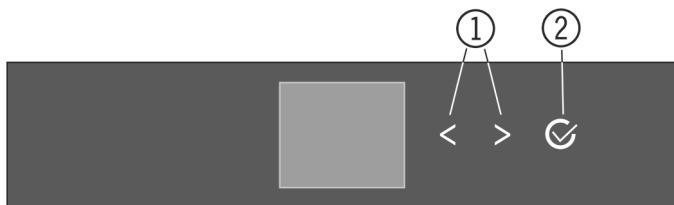
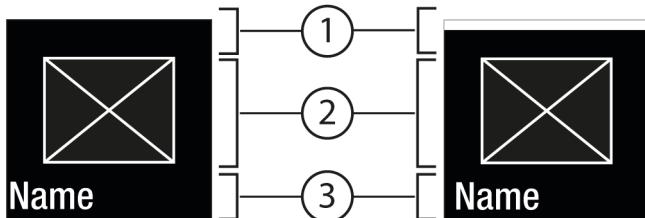
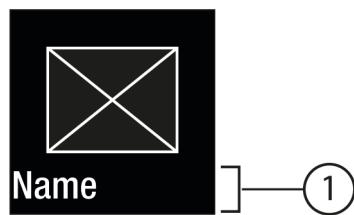

Fig. 5
Fig. 6
Fig. 7
(1) Навигационная стрелка влево / вправо
(2) Подтвердить
Навигационная стрелка влево / вправо *Fig. 5 (1):*
Подтвердить *Fig. 5 (2):*
- Навигация при помощи навигационной стрелки влево / вправо *Fig. 5 (1).*
- С помощью Подтвердить *Fig. 5 (2)* вызвать Подменю *Fig. 7 (4).*
- Установка нового значения: С помощью Подтвердить *Fig. 5 (2)* выбрать деактивированное значение *Fig. 6 (1).*
- Назад в меню: С помощью Подтвердить *Fig. 5 (2)* выбрать уже активированное значение *Fig. 6 (2).*
- ▶ Навигационные стрелки Fig. 5 (1) нажимайте до тех пор, пока не появится индикация функции .
- ▶ Нажмите на Подтвердить Fig. 5 (2).
- ▶ Навигационные стрелки Fig. 5 (1) нажимайте до тех пор, пока не появится индикация функции.
- ▶ С помощью навигационных стрелок Fig. 5 (1) выберите значение настройки.
- ▷ Состояние: активировано Fig. 6 (1) появляется ненадолго в Подменю Fig. 7 (4).
- ▶ Нажмайте навигационные стрелки Fig. 5 (1) до тех пор, пока не появится индикация настроек .
- ▶ Нажмайте навигационные стрелки Fig. 5 (1) до тех пор, пока не появится индикация требуемой настройки.
- ▶ Нажмите и удерживайте в течение 3 секунд Подтвердить Fig. 5 (2).